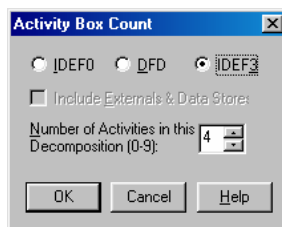

Рис. 99. Выбор нотации IDEF3 в диалоге **Activity Box Count**
2. В диалоге **Activity Box Count** (рис. 99) установите число работ 4 и нотацию **IDEF3**.